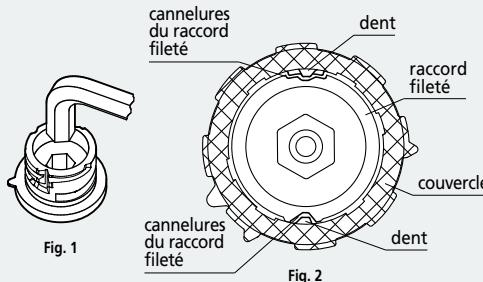

Fig. 1
1. Visser le raccord fileté, couple maxi 8 Nm (fig.1).